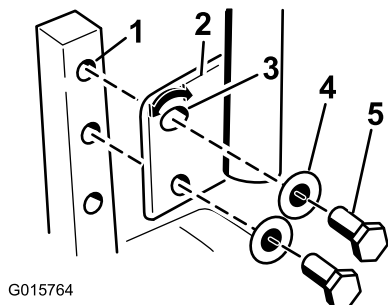

Bild 30
1. Entfernen Sie die zwei Schrauben und zwei Scheiben, mit denen der Schalthebel an der Schalthebelarmwelle befestigt ist (Bild 30).
2. Setzen Sie den Schalthebel in die nächste Lochposition. Befestigen Sie den Hebel mit den zwei Schrauben und zwei Scheiben (Bild 30).